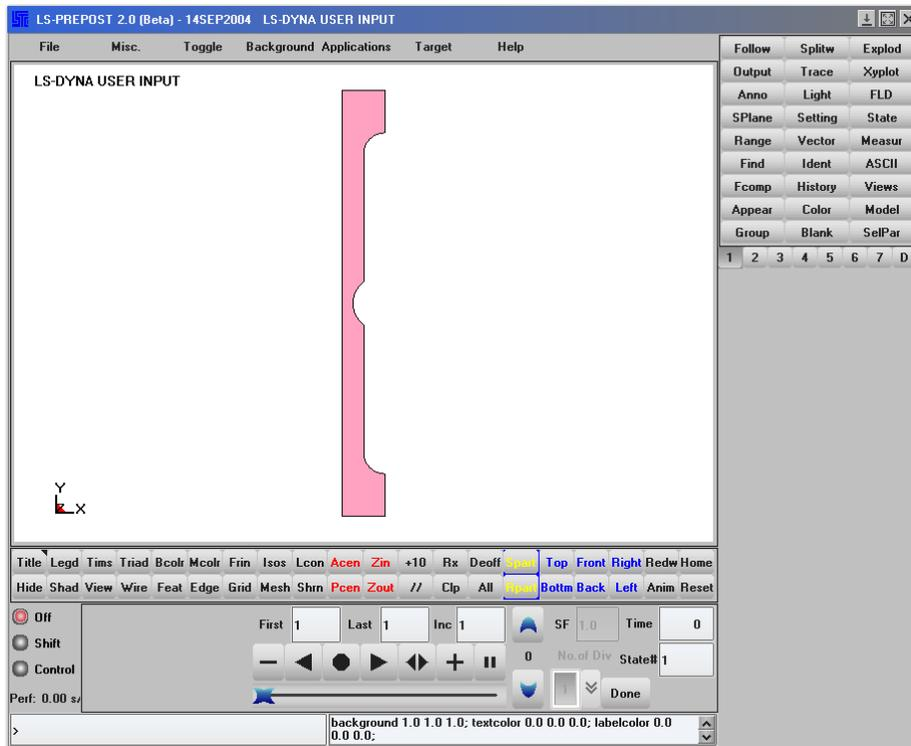

Рисунок 16. Модель в окне препостпроцессора.
- Нажимаем кнопку **Open**. В рабочем окне препроцессора открывается модель (Рисунок 16).